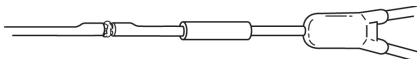

Fig. 6
6. Der påføres klæbemiddel på samlingsstedet (fig. 6).